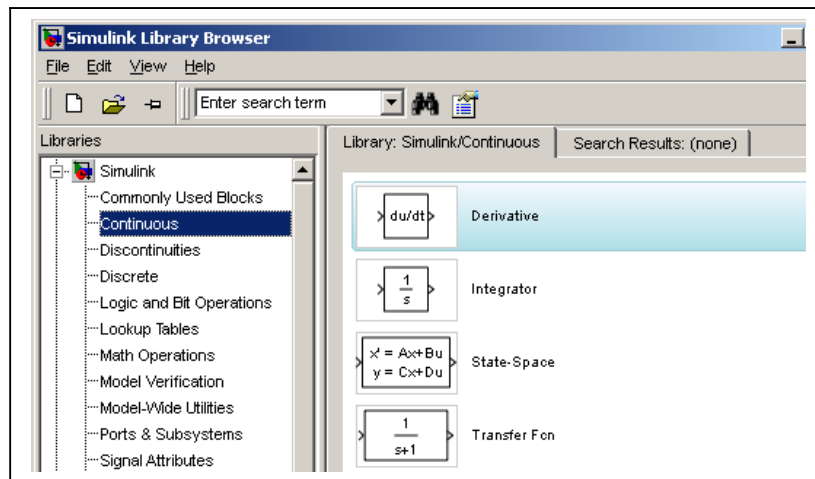

Figura 6.7 Buscador de Librerías de Simulink
26. Abra el programa Matlab y digite el comando **simulink**, se abrirá la ventana del buscador de librerías de Simulink que se muestra en la Figura 6.7